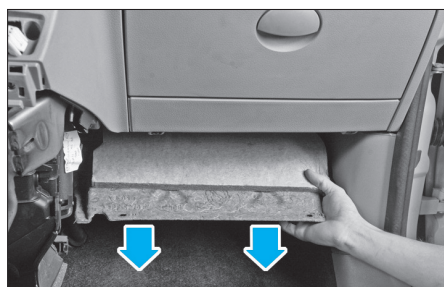

FIG. 23
- Sous la boîte à gants, déposer le fourreau comme illustré (Fig.23).